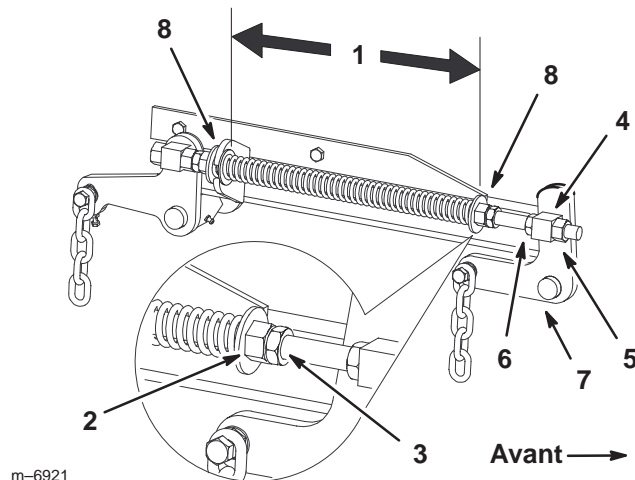

Figure 55
7. Desserrez d'environ 13 mm (1/2 pouce) les écrous de blocage à l'avant des pivots avant gauche et droit (Fig. 55).
8. Réglez les écrous de relevage sur les côtés gauche et droit de la machine de manière à **abaisser l'avant de 6 à 10 mm (1/4 à 3/8 pouce) au point A par rapport au point B à l'arrière** (Fig. 55).
1. Déplacez le levier de relevage du plateau de coupe à la position de transport (Fig. 55).
2. Vérifiez que les deux grandes rondelles sont espacées de 26 cm (10-1/4 pouces) (Fig. 55).
3. Réglez cette distance en desserrant l'écrou de blocage du ressort et en tournant l'écrou devant chaque ressort (Fig. 55). Tournez l'écrou dans le sens horaire pour raccourcir le ressort et dans le sens inverse pour l'allonger.
4. Bloquez l'écrou en position en serrant l'écrou de blocage du ressort (Fig. 55).